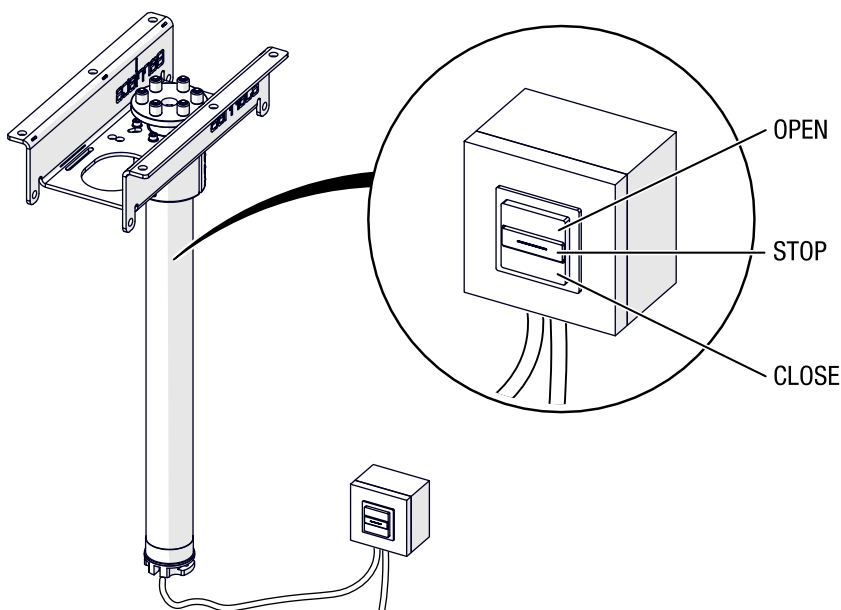

Abb. 108: Rohrmotor BT-R – Bedienung (Layout des Wandschalters kann abweichen)
1. Drücken Sie den Taster „OPEN“ (bzw. „LEFT“), um den Vorhang zu öffnen bzw. das Kulissenmaterial zu bewegen (siehe Abb. 108).
2. Drücken Sie den Taster „STOP“, um den Fahrvorgang zu stoppen (siehe Abb. 108).
3. Drücken Sie den Taster „CLOSE“ (bzw. „RIGHT“), um den Vorhang zu schließen bzw. das Kulissenmaterial zu bewegen (siehe Abb. 108).